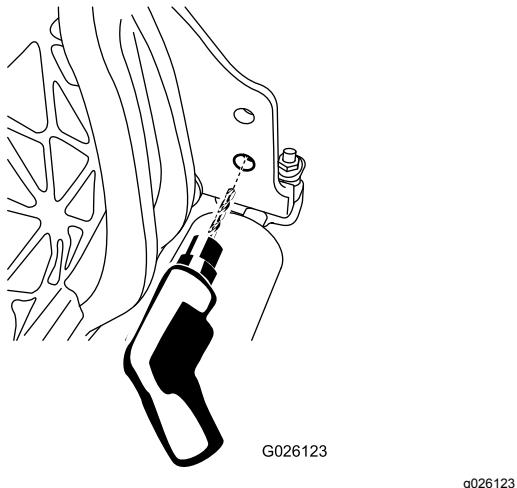

Figure 5
1. Agrandissez le trou inférieur sur le côté droit de l'unité de coupe à l'aide d'un foret de 9 mm (Figure 5).